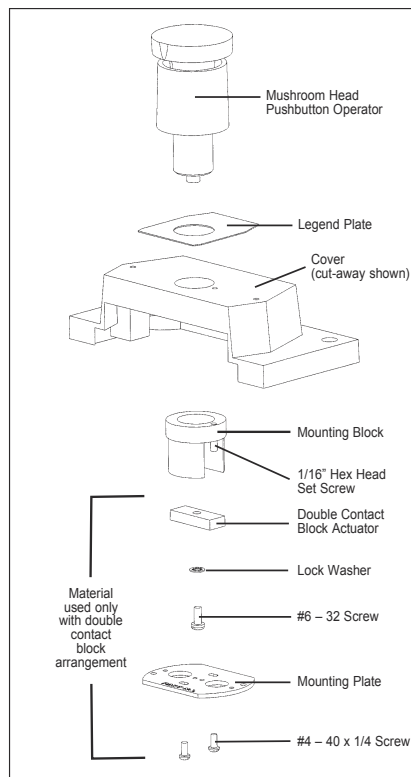
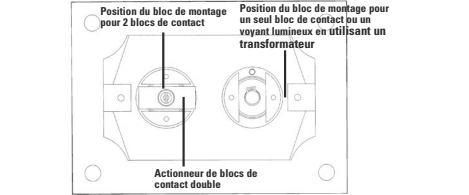
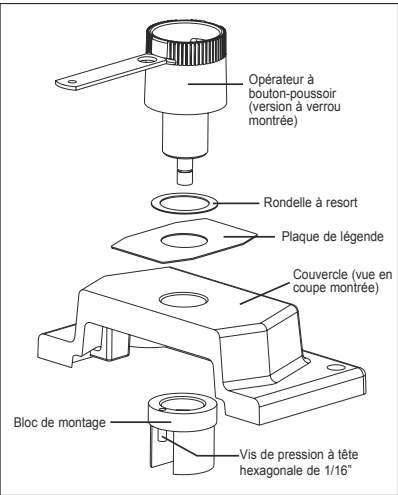

Figure 6. Assembly of Momentary Mushroom Head Pushbutton Operator
Figure 2. Vue intérieure d'un couvercle d'opération double
Figure 3. Montage d'un opérateur à bouton-poussoir simple avec un bloc de contact
- Fasten the mounting block to the inside of the cover. Orient the mounting block so that the contact block is in the desired position as shown in Figure 2. This step will allow the contact block to be in the proper position. Tighten the set screw, thereby locking the pushbutton assembly to the cover (see Figure 6). Tighten the set screw, thereby locking the pushbutton assembly to the cover.
- Fasten the mounting block to the inside of the cover. Orient the mounting block so that the contact blocks will be in the desired position (see Figure 2). Tighten the set screw, thereby locking the pushbutton assembly to the cover (see Figure 6). Using the one (1) #6-32 x 5/16 pan head screw and lock washer, fasten the double contact block actuator to the plunger of the pushbutton operator assembly. Next, fasten the mounting plate to the mounting block using the two (2) #4-40 x 1/4 pan head screws provided.
- À l'intérieur du couvercle, fixez le bloc de montage à la partie fileté du montage du bouton-poussoir. Orientez le bloc de montage de la façon montrée dans la figure 2. Cette étape permettra de positionner correctement le bloc de contact. Serrez la vis de pression pour verrouiller le montage du bouton-poussoir contre le couvercle (voir figure 3).
Si vous utilisez un transformateur, n'utilisez PAS l'écrou de blocage 3/4-20. À l'intérieur du couvercle, serrez le bloc de montage au montage des voyants lumineux. Orientez le bloc de montage de façon à ce que le transformateur ne nuise pas à un dispositif adjacent comme montré à la figure 2. Serrez la vis de pression pour verrouiller le montage du bouton-poussoir contre le couvercle (voir figure 8). Montez le